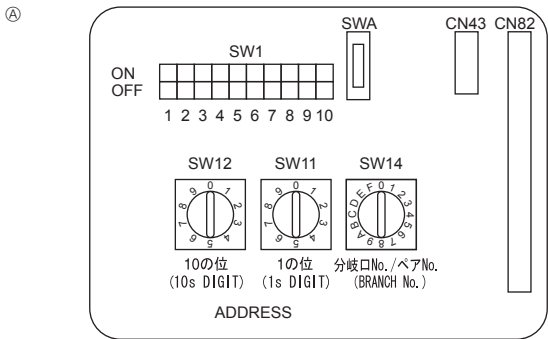

Fig. 6-4
6.5. Configuración de las direcciones (Fig. 6-4)
- ① Cómo ajustar direcciones
- ② Cómo ajustar números de bifurcación SW14 (sólo para la Serie R2))